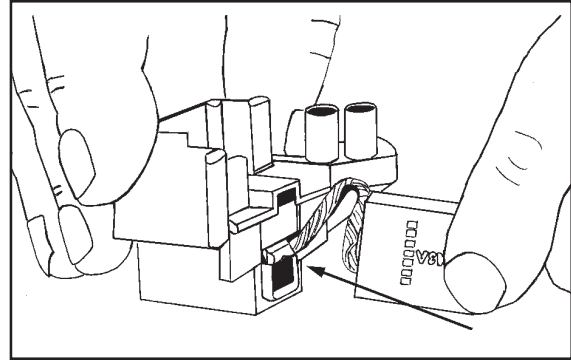

Figura 14
7. Per montare una nuova spazzola al carbonio, ricollegare il morsetto al filo di derivazione utilizzando la guida della molla e del porta-spazzole. Fare attenzione a non danneggiare la molla. Vedere la Figura 14.